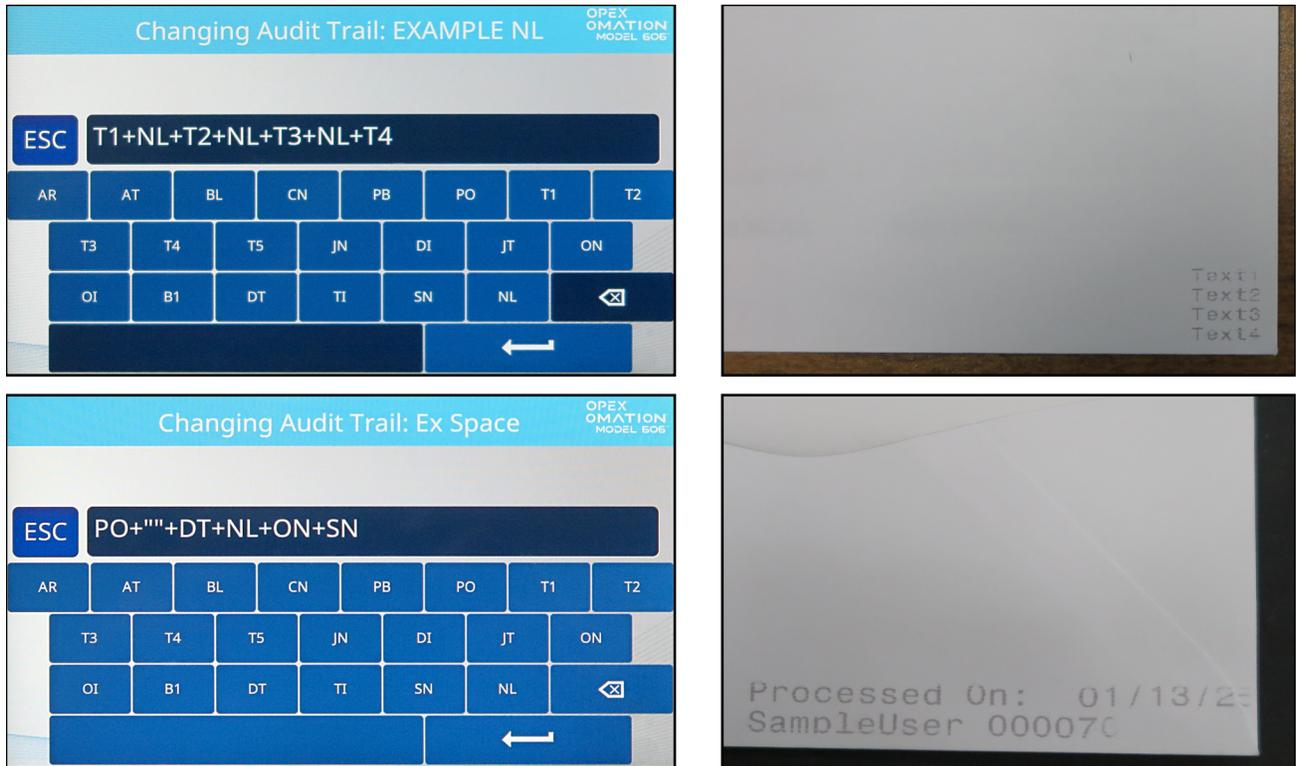

図 6-47 : NL およびスペースの出力例
- **NL** : 新しい要素を印刷する別の行として追加するために使用します (図 6-47)。4 行まで追加できます。行数が増えると、テキストのサイズが小さくなりますのでご注意ください。追跡記録の全体の高さは、約 1.27cm (1/2 インチ) で一貫しています。